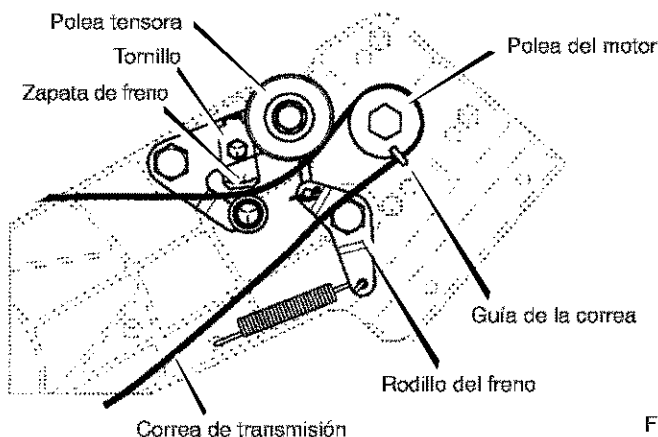

Figura 14
4. Afloje el **tornillo** y la **tuerca** en el **brazo de la zapata de freno** (Figura 14).